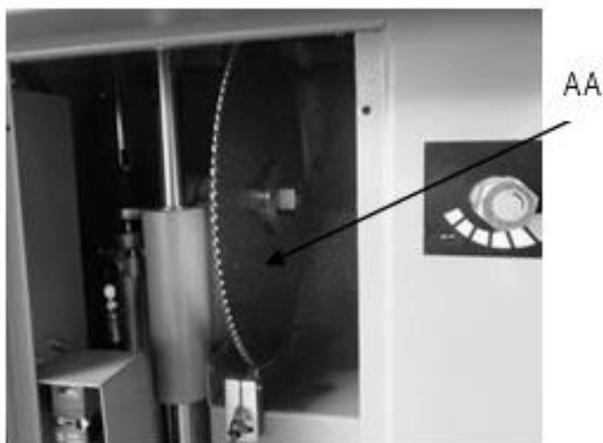
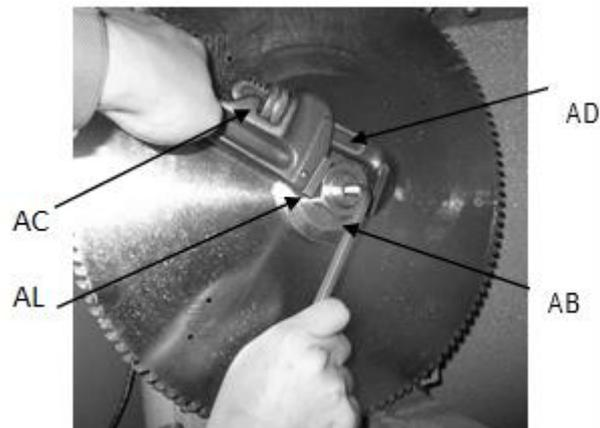

Рис. 10
Рис. 11
3. Убедитесь, что пильный диск AA (Рис. 10) больше не вращается.
Для установки отрезного диска AA (Рис. 10) потребуются ключи AB и AC (Рис. 11). Вставьте ключ AB (Рис. 11) в торцевое отверстие мотор-шпинделя. Установите ключ AC (Рис. 11) на гайку AD (Рис. 11). Держите ключ AB (рис. 11) неподвижно и ослабляйте гайку AD (Рис. 11), поворачивая ее по часовой стрелке при помощи ключа AC (Рис. 11). Снимите гайку AD (Рис. 11) и фланец AE (Рис. 11), замените пильный диск AA (Рис. 10), убедившись, что поверхности контакта всех
деталей чистые, чтобы избежать вредных вибраций. Установите фланец AE (Рис. 11) и гайку AD (Рис.
11), зафиксируйте их при помощи ключей AB и AC (Рис. 11).